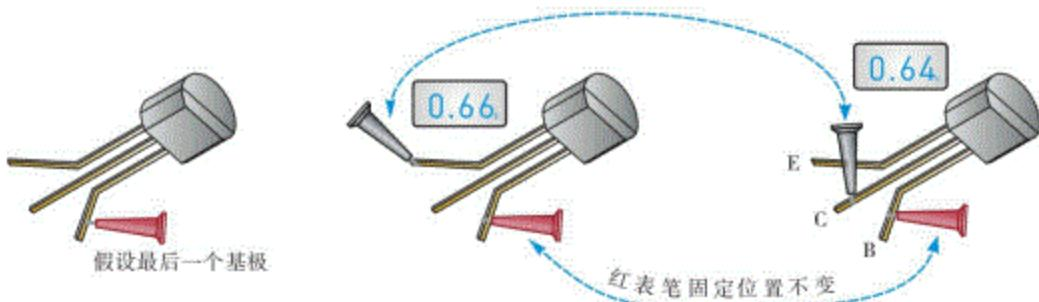

图9.105 假定余下的电极为基极
⑨若上一假定测试又是两次读数都大，则再假定余下的电极为基极（参见图9.105），然后重复前面②~④的检测分析步骤，若两次的万用表读数都很小，则红表笔所接为基极，管子为NPN管；读数相对较小的一次，黑表笔所接为集电极；余下的为发射极。